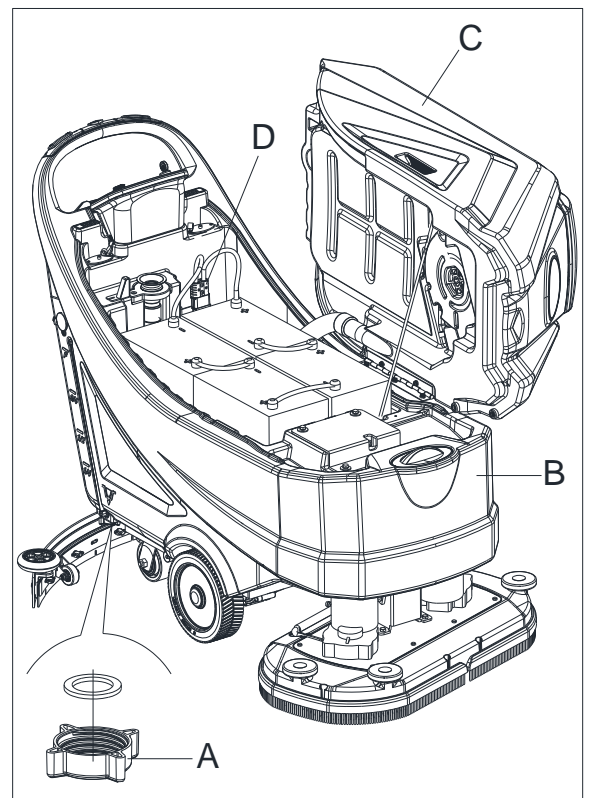

Abbildung 18
1. Leeren Sie den Lösungsmitteltank durch die Ablassabdeckung (A, Abb. 18). Nach der Beendigung spülen Sie den Behälter gründlich mit klarem Wasser aus.
4. Leeren Sie die Tanks (B und C, Abbildung 18), wie im vorherigen Absatz gezeigt.